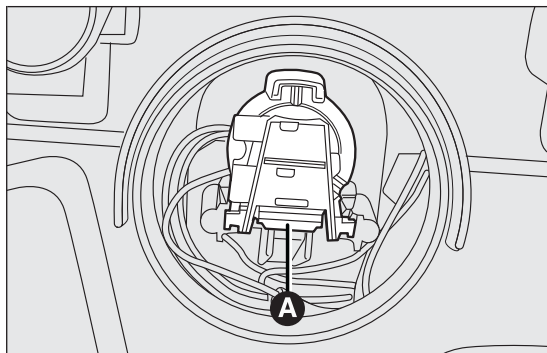

fig. 113
- appuyer sur le dispositif de blocage A fig. 113 et extraire la douille ;